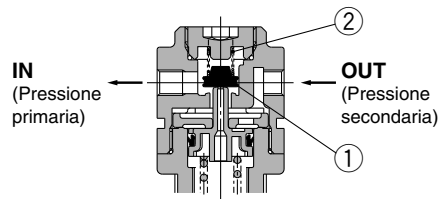

Figura 2
Quando la pressione primaria supera la pressione di regolazione, la valvola unidirezionale funziona come un regolatore normale (Figura 1). Quando la pressione primaria viene interrotta e scaricata, tutta la pressione applicata alla valvola ① si perde. La forza che mantiene in sede la valvola ① è esercitata esclusivamente dalla molla della valvola ②. Quando la valvola ① viene aperta mediante forza secondaria, la pressione secondaria viene scaricata sul lato d'ingresso. (Figura 2)
Figura 2 by-pass
Quando la pressione primaria viene chiusa e rilasciata, la valvola unidirezionale ② si apre e la pressione nella camera della membrana ① viene rilasciata sul lato d'entrata (Figura 2).
Questo fenomeno abbassa la pressione presente nella camera della membrana ① e la forza generata dalla molla del regolatore di pressione ③ solleva la membrana. La valvola ④ si apre mediante un gambo, e la pressione secondaria viene rilasciata sul lato d'ingresso (Figura 2).